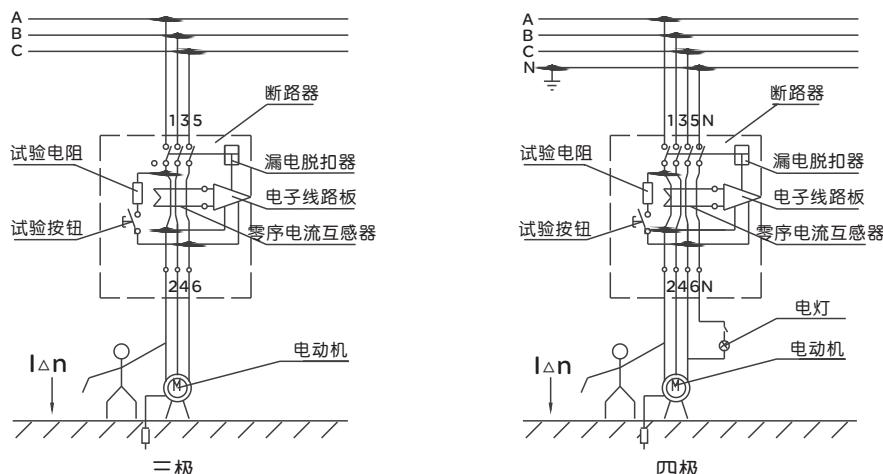

图1 工作原理
- 当被保护电路中有漏电或触电时,零序电流互感器有一个信号输出,当该信号输出达到一定值时,就触发可控硅导通使漏电脱扣器动作,从而带动牵弓杆使操作机构在很短的时间内断开,切断电源,从而实现漏电保护功能。工作原理见图1